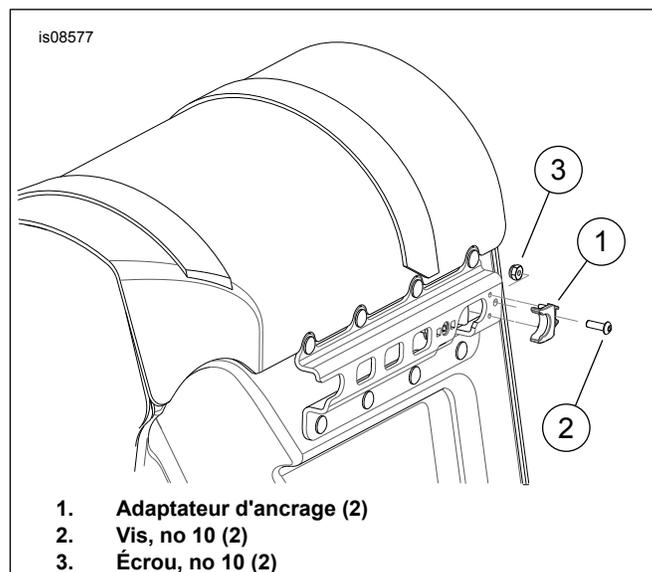
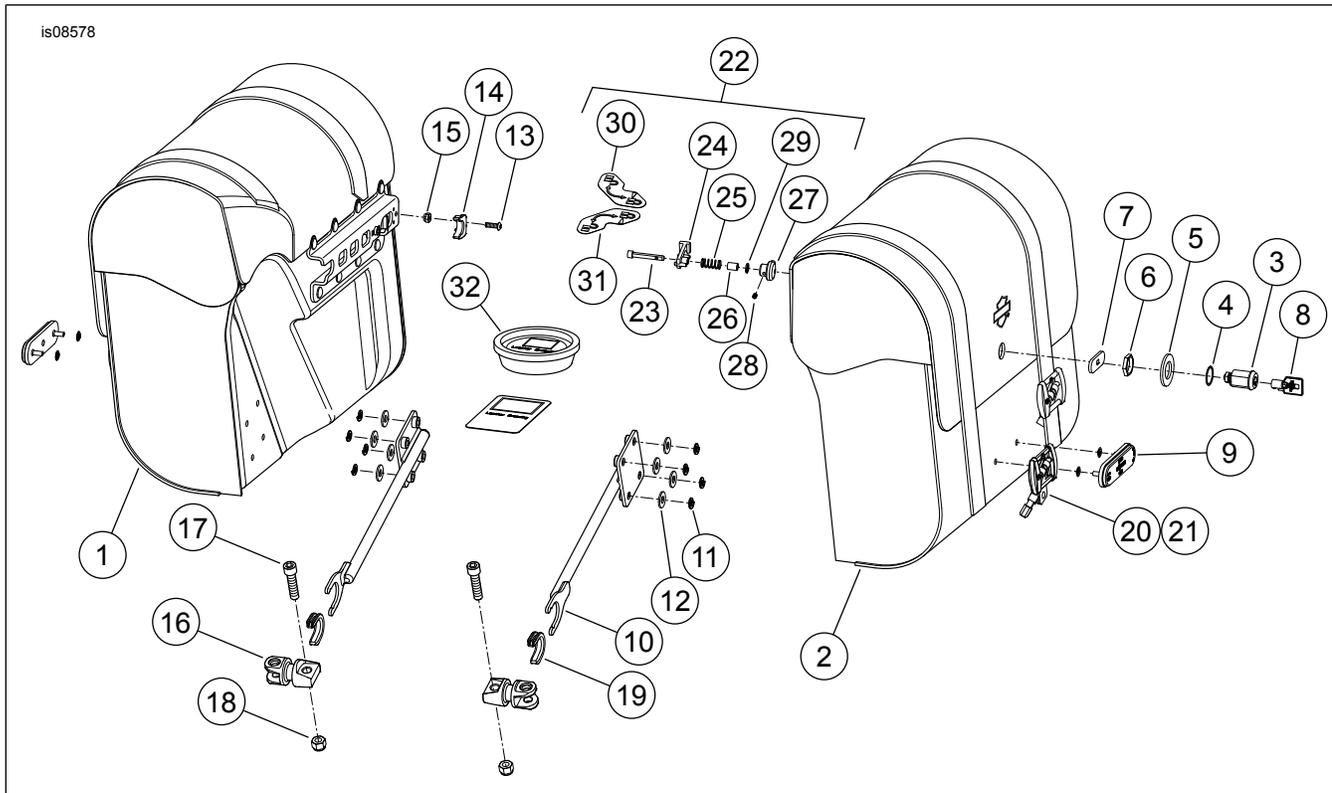

Figure 4. Poser les adaptateurs d'ancrage arrière
Figure 7. Pièces de rechange : Kits de sacoches amovibles XL
3. Voir Figure 7 et Tableau 1. Prendre dans le kit les chapes d'ancrage (16), les vis (17) et les écrous (18).
1. Voir Figure 7 et Tableau 1. Prendre les bras de support de sacoche (10) et les attaches d'ancrage (19).
2. Voir Figure 7 et Tableau 1. Prendre les ensembles de sacoches de droite (1) et de gauche (2), les adaptateurs d'ancrage arrière (14), les vis (13) et les écrous (15).
3. Voir Figure 4. Introduire les montants de l'adaptateur d'ancrage arrière (1) dans les trous à l'arrière du support de sacoches et les immobiliser.
4. Installer l'adaptateur d'ancrage arrière (1) à l'aide de la vis (2) et de l'écrou (3). Bien serrer.
5. Voir Figure 7 et Tableau 1. Prendre les bras de support de sacoches avec les attaches en U fixées (10 et 19), les rondelles plates (12), les rondelles-freins (11) et les composants du kit 90201424.
6. Suivre les instructions du kit 90201424 pour monter le bras (10) sur les sacoches.
1. Voir Figure 7 et Tableau 1. Prendre les pièces 3 à 7 du kit.